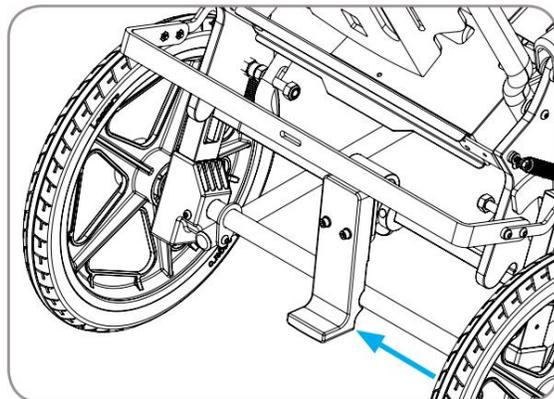

Figura 8, ángulo de cadera desbloqueado
5. Mantenga la posición del manillar y tire hacia arriba del mecanismo de bloqueo del ángulo de la cadera con el pie. Consulte la Figura 8.
7. Para volver al modo de asiento dinámico activador desbloqueado, presione el mecanismo hacia abajo hasta que encaje en su lugar. La muesca quedará alineada con el tubo del eje trasero, como se muestra en la Figura 8.